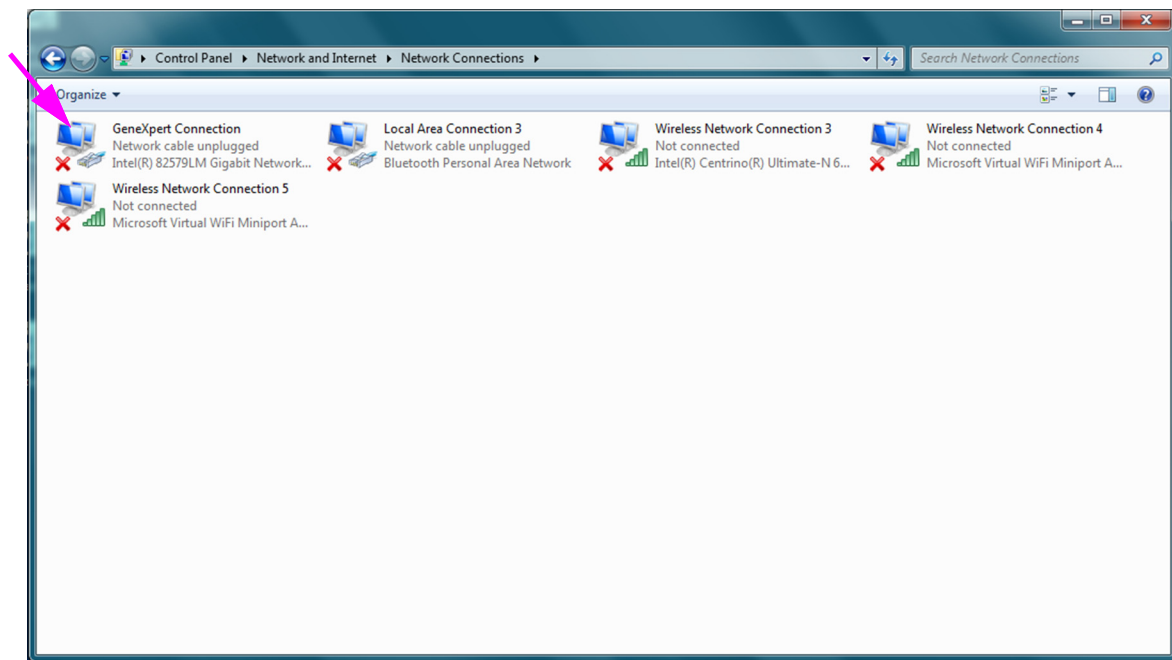

Figure 2-39. Écran Network Connections (Connexions réseau)
5. Cliquer sur **Changer adapter settings (Modifier les paramètres de la carte)**. L'écran **Network Connections (Connexions réseau)** s'affiche. Voir Figure 2-39.